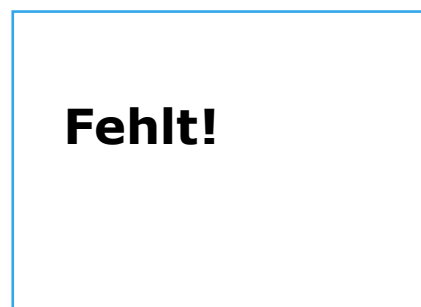

Fig. 3 Válvula eléctrica de conmutación
Comprobar el paso con una bomba manual de depresión, fig. 3.
- Conectar bomba manual de depresión sin corriente en la conexión 2, fig. 3 y poner diferencia de presión de aprox. 500 mbar.